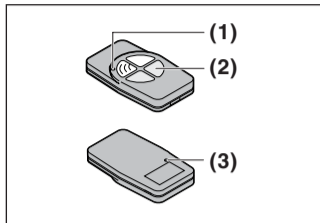
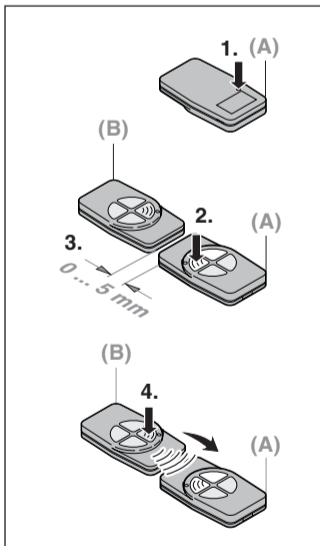

Fig. 1
Fig. 3
2 Descripción del aparato (fig. 1)
4.2 Emplear el emisor manual (fig. 1)
- ▶ Presionar el pulsador deseado (2) del emisor manual. La función ligada al pulsador (p. ej., abrir/cerrar puerta) se lleva a cabo.
4.3 Copiar una función de pulsador (fig. 3)
2 Descrizione apparecchio (Fig. 1)
4.2 Uso del telecomando (Fig. 1)
- ▶ Premere il pulsante desiderato (2) sul telecomando. La funzione assegnata al pulsante scelto viene eseguita (ad es. Apri/chiedi portone).
4.3 Copia della funzione di un pulsante (Fig. 3)